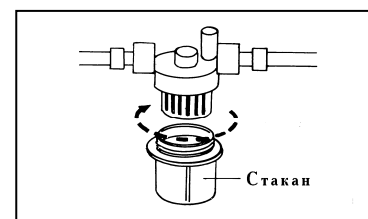

Рис.4
- Промойте фильтрующий элемент и внутреннюю часть стакана чистым керосином или соляной кислотой (Рис.4)